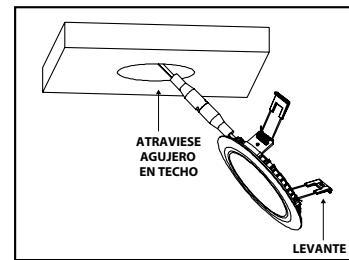

Figura 5
5. Levante el sujetador de resorte en el montaje, atraviese el agujero en el techo y coloque la luz empotrada en el agujero; asegúrese de que los sujetadores de resorte se encuentren bien sujetados. (Figura 5)